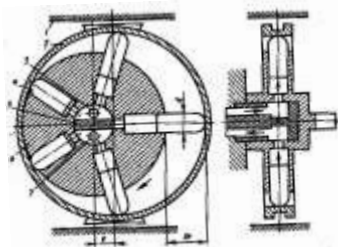

Рис. 1
7. Определите основные элементы радиально-поршневого насоса (рис. 1).